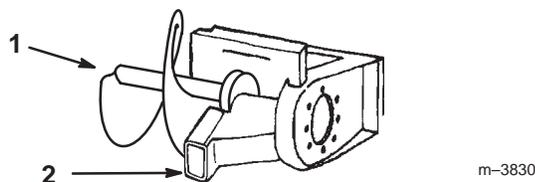

Figure 2
3. Enlevez le boulon de fixation de la tarière d'évacuation et déposez la tarière (Fig. 2). Mettez le boulon de côté.
4. Enlevez la clé placée sur le côté de la chambre de réglage (Fig. 2).